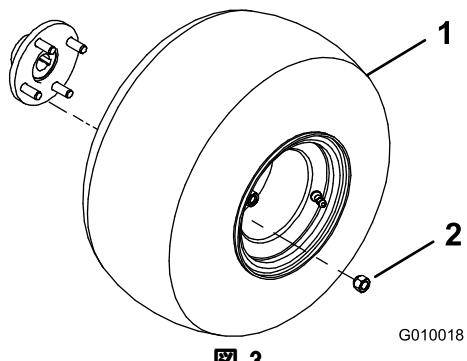

図3
- 後ホイール・ハブにホイール・アセンブリを取り付ける(図3)。
- ラグ・ナットを取り付けて(図3)、61~75N.m(6.2~9.0kg.m)にトルク締めする。